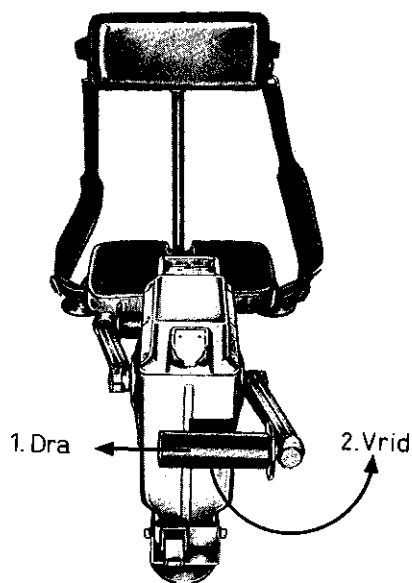

Bild 14. Vänd generatorns pedaler
- d. Vänd generatorms pedaler (bild 14)